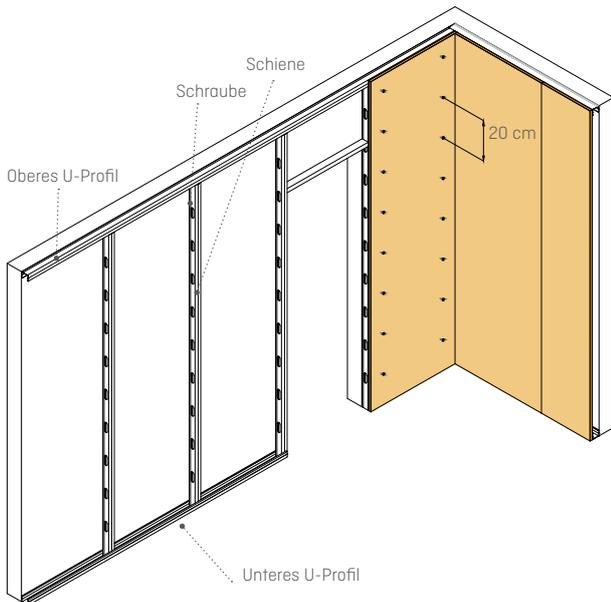

ABBILDUNG 25: Zeichnung einer selbsttragenden Verkleidung
1. Installieren Sie die oberen und unteren U-Profile, indem Sie diese mit Schrauben an der Decke und am Boden befestigen und dabei sicherstellen, dass sie gerade verlaufen. [Abb. 25]